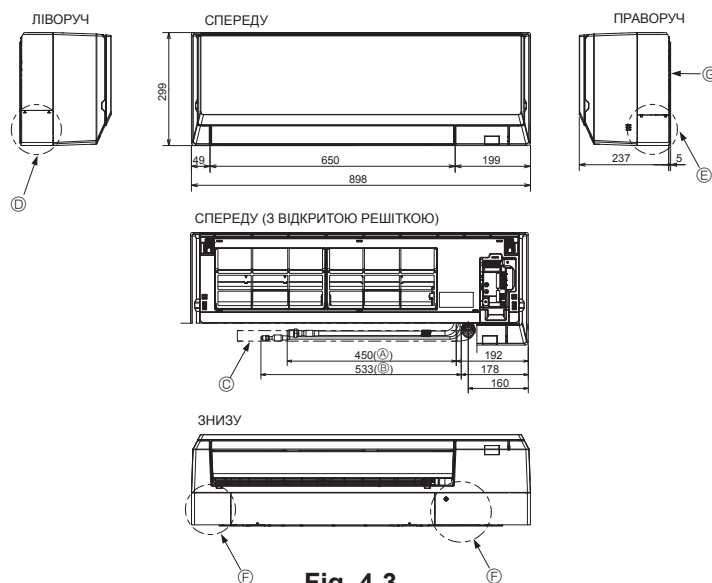

Fig. 4-3
4.3. Розташування труби холодоагенту та дренажної труби (Fig. 4-3)
- Ⓖ Монтажна плата ①